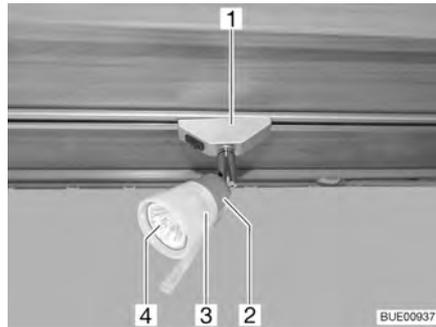

Bild 210 Halogenspotleuchte (verschiebbar)
- Halogenspotleuchte (Bild 210,1) um 90° drehen und aus der Schiene nehmen.
- Lampenschirm (Bild 210,3) entgegen dem Uhrzeigersinn drehen.
- Lampenschirm mit Halogenglühlampe (Bild 210,4) vorsichtig von der Fassung (Bild 210,2) abziehen.